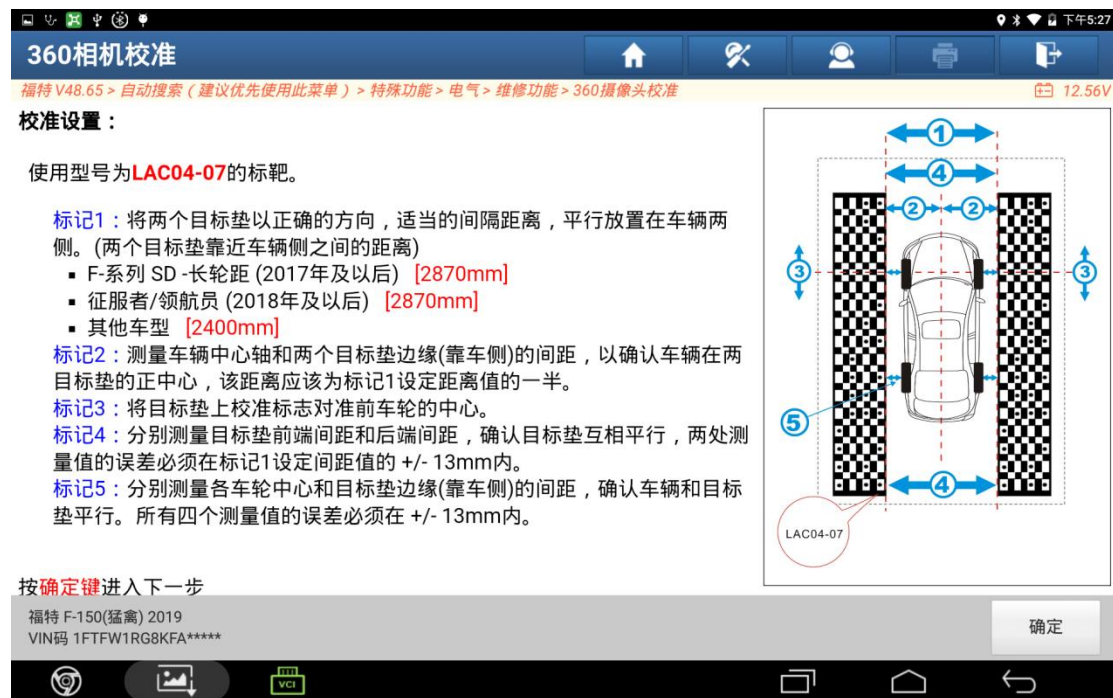

图 10
9. 根据提示正确摆放标靶（图 10）以 F-150 为例：标记 1 为 2400mm